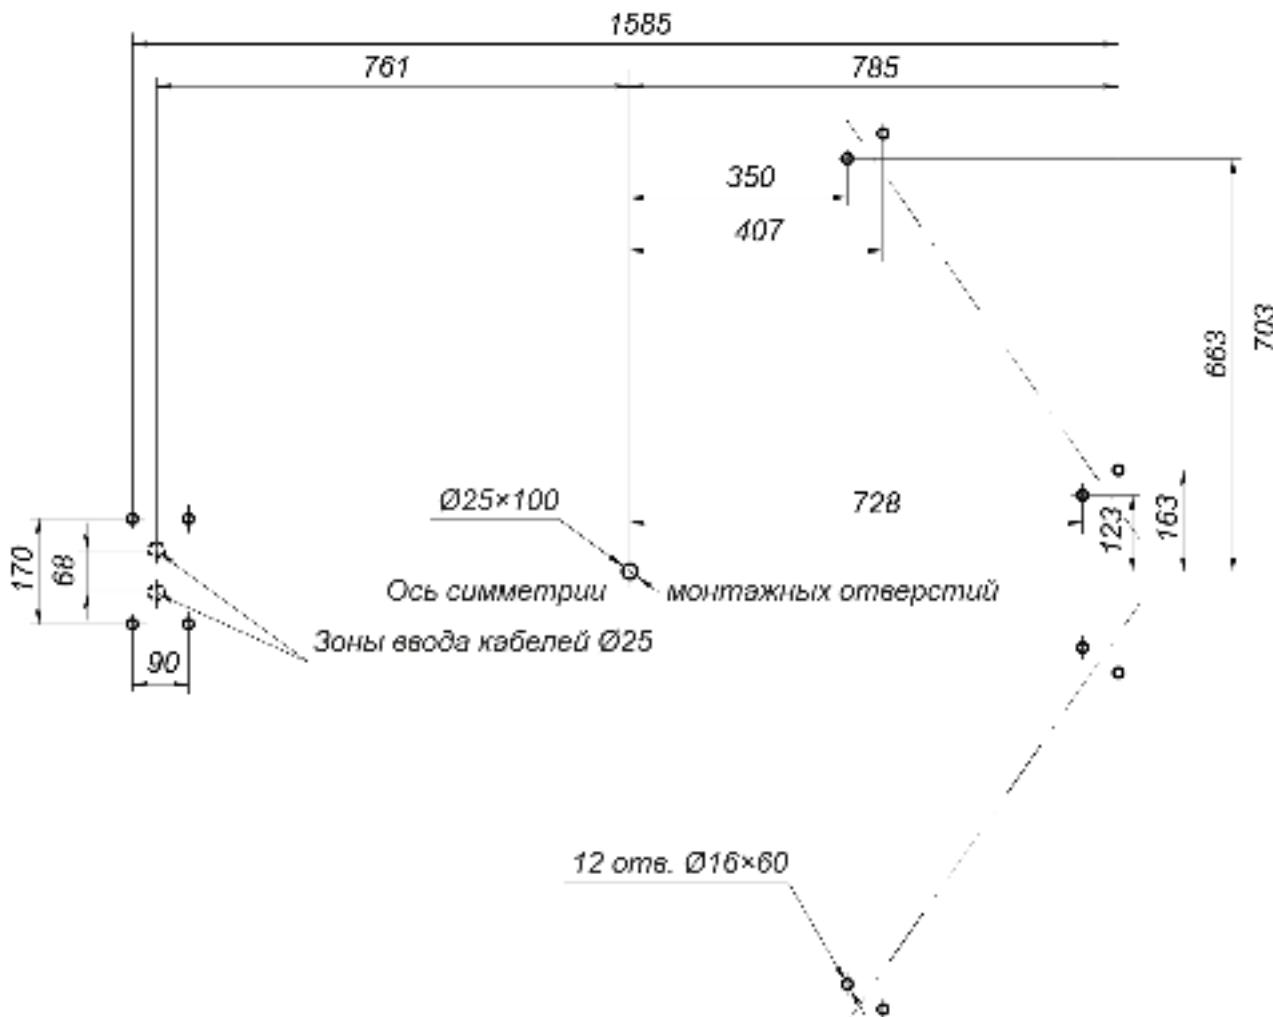
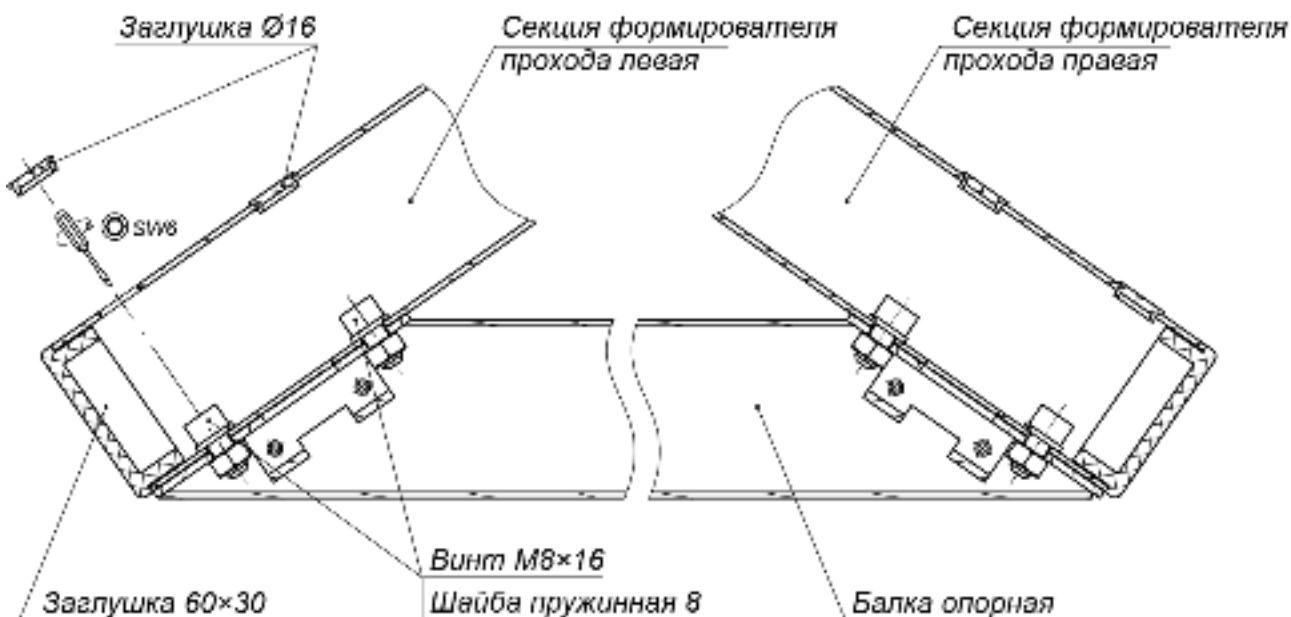

Рисунок 12. Схема разметки для монтажа турникета
Рисунок 13. Крепление балки опорной (7) к секциям (6) формирователя прохода
- Произведите монтаж ИП турникета и при необходимости ИП ЛПП на отведенных для них местах и подключите к ним соответственно кабели питания турникета (13) и ЛПП.
- Выполните на установочной поверхности разметку отверстий для монтажа турникета в соответствии с рис. 12.
- Установите секции (6) формирователя прохода на установочную поверхность, ориентируя отверстия в опорных фланцах по расположению анкеров. При этом левая и правая секции должны быть правильно выставлены и сориентированы: блоки индикации формирователей должны быть развернуты от оси симметрии (см. рис. 12) и учтено расположение на секциях мест крепления опорной балки (см. рис. 13).
9. Установите балку опорную (7) на секции (6) формирователя прохода:
- Закрепите балку опорную на секциях формирователя прохода четырьмя болтами M8×16 (ключ SW6) из комплекта сборочно-монтажных принадлежностей (ящик №5). При уличном монтаже стыки опорной балки с секциями формирователя прохода рекомендуется герметизировать, используя атмосферостойкий силиконовый герметик по инструкции производителя (см. рис. 13).
10. Распакуйте стойку с преграждающими планками (5) (ящик №5).
11. Установите стойку с преграждающими планками (5) (работайте вдвоем!):
- Для варианта прокладки кабелей питания и управления через кабельные каналы в установочной поверхности снизу: положите стойку с преграждающими планками (5) на установочную поверхность таким образом, чтобы опорный фланец находился рядом с зоной отверстия A. Затем, используя монтажную проволоку, протяните кабели через нижнее отверстие в преграждающей стойке со стороны фланца вверх по стойке до ее верхнего отверстия. Выпуск кабелей на выходе из верхнего отверстия должен составлять 0,8 - 1,0 м. Временно зафиксируйте концы кабелей на верхней планке преграждающей стойки (к примеру, с помощью липкой ленты).
- Установите стойку с преграждающими планками на отверстия с анкерами в установочной поверхности по оси симметрии, при этом фланец должен встать на зону A, а место нижнего узла вращения (3) – на отверстие с анкером M16 (см. рис. 12).
- Проверьте вертикальность положения ротора с помощью уровня. При необходимости устраните отклонение от вертикальности путем смещения балки привода (8) в пределах допуска монтажных отверстий под шпильки и болты. Окончательно затяните болты и гайки крепления балки привода.
17. Окончательно затяните анкерные болты крепления к установочной поверхности опорных фланцев стойки с преграждающими планками (5) и фланцев секций (6) формирователя прохода. При возникновении перекосов в силовых элементах конструкции турникета допускается использовать монтажные прокладки.
19. Закройте пластиковыми заглушками Ø16 отверстия для болтов соединения секций ротора (2) и отверстия крепления балки опорной (7) к секциям (6) формирователя прохода (см. рис. 13 и 20).
- Выполните в балке привода (8) демонтаж заглушки, отвинтив 4 винта M4.